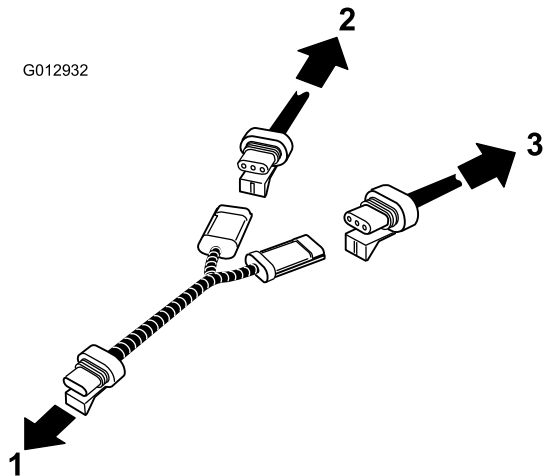

**Figura 13**
14. Na cobertura do sistema de protecção contra capotamento, na parte de trás do banco, oriente a cablagem para cima a partir da parte de baixo do banco e por cima da estrutura. Certifique-se de que o conector de alimentação do sistema de pulverização está retirado da parte de baixo do veículo (Figura 13).